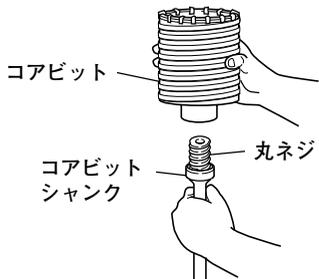
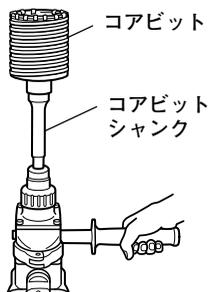

図 16
図 20
- (1) コアビットシャンクにコアビットを取付けます。(図16)
切替えレバーを打撃の位置にセットし，コアビットシャंकを本機に挿入したまま上向きにして2～3回無負荷運転で打撃させると丸ネジ（図16参照）がゆるみ，分解することができます。（図20）